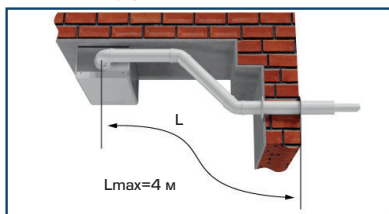

Рис. 5
- В конструкции дымохода оптимально использовать не более 2-х коаксиальных отводов (рис.5).
- Каждый промежуточный отвод на  $90^\circ$  уменьшает максимально допустимую длину дымохода на 1 метр, отвод  $45^\circ$  - на 0,5 метра. При сборке/разборке системы дымоудаления необходимо использовать силиконовую смазку, которая идет в комплекте поставки (рис.5).